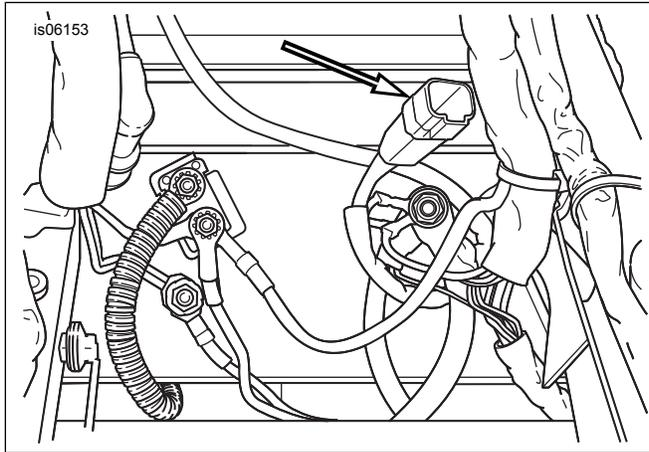

Figura 4. Ubicación del conector de accesorios [4] debajo del asiento, Touring
- e. Vea Figura 4. Localice el conector de accesorios de cuatro vías [4] en el área debajo del asiento. Extraiga el tapón del conector [4]. **NOTA:** Si el conector de accesorios ya está en uso, puede obtener un arnés adaptador de circuito conmutado (pieza № 70264-94A) disponible en un concesionario Harley-Davidson, para proporcionar un punto de conexión adicional.